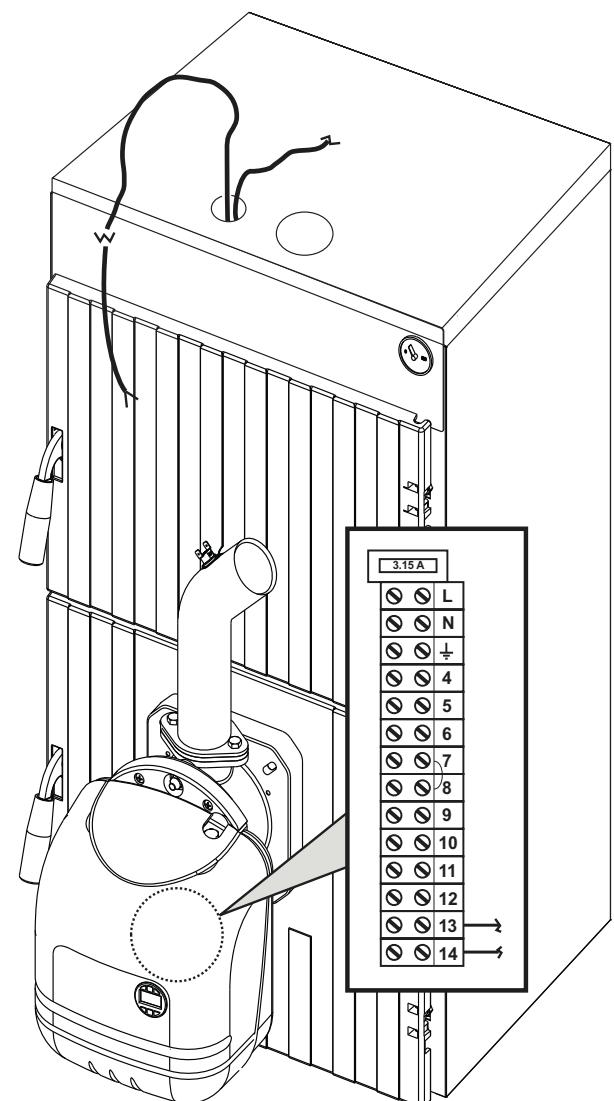

fig. 11
- Placer le couvercle de la chaudière et faire sortir le câble de l'orifice comme le montre le fig. 11.